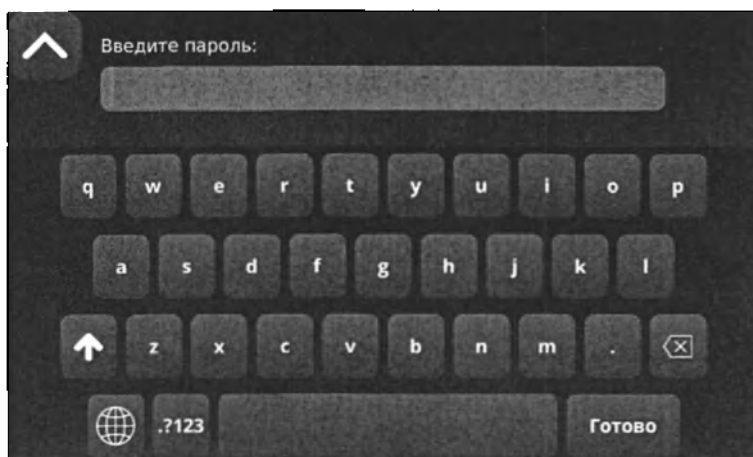

Рисунок 3.25 Окно ввода сервисного пароля
6. Нажмите на кнопку **Режим техобслуживания**. Появится окно ввода сервисного пароля (рисунок 3.25).